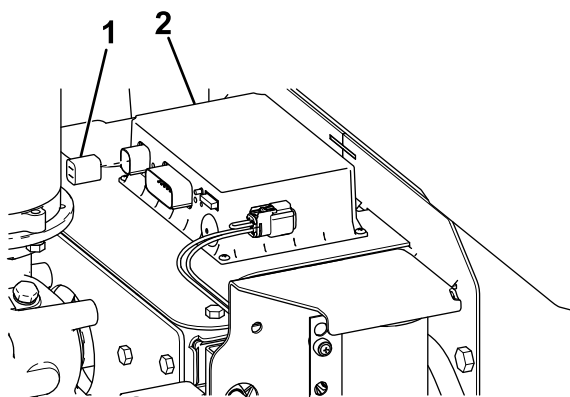

**Bild 27**
6. Befestigen Sie die Pumpe an der Pumpenhalterung mit vier Schrauben (#10" x 1-1/4"), Unterlegscheiben und Nylonmuttern (**Bild 27**).